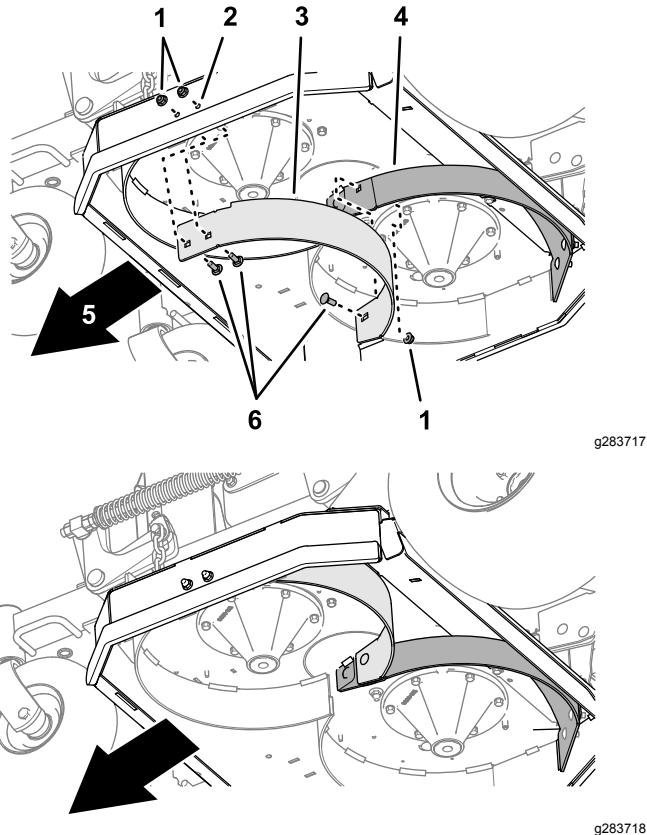

Figure 4
- Alignez les trous du déflecteur gauche (3 trous) et les 2 trous que vous avez percés sur le côté du plateau de coupe (Figure 4).
- Alignez le trou à l'autre bout du déflecteur gauche et le trou ouvert dans le déflecteur droit (Figure 4).
- Fixez légèrement le déflecteur gauche sur le côté du plateau et sut le déflecteur droit (Figure 4) au moyen de 3 boulons de carrosserie ($\frac{3}{8}$ " x 1") et de 3 contre-écrous à embase ($\frac{3}{8}$ ").